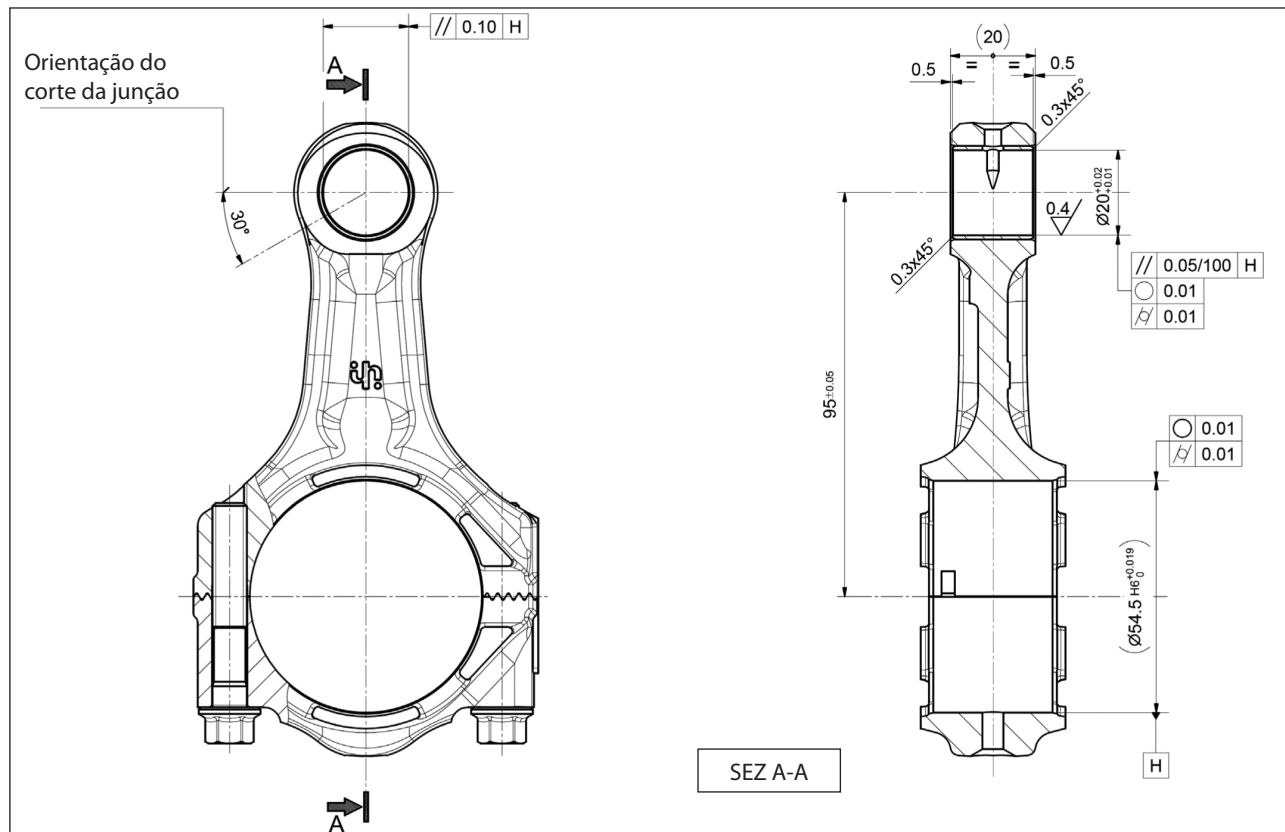

Fig. 25
- o corte de junção é orientado, conforme indicado na Fig. 25.
Execute sucessivamente os trabalhos mecânicos, respeitando rigorosamente as dimensões e tolerâncias relacionadas na Fig. 25.